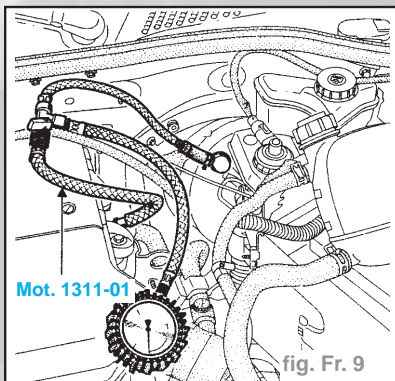

fig. Fr. 9
- Mettre en place le **Mot. 1311-01** entre le servofrein et la source de vide (collecteur d'admission) (fig. Fr. 9).